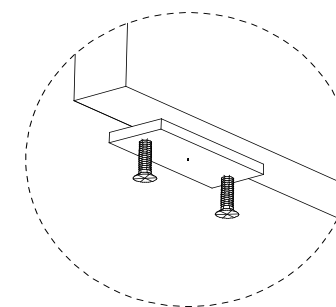

Рис.6
2. Закрепить на спинках поз.2 и на стенке вертикальной поз.5 (1шт), стенке задней поз.4 и планке поз.7 наконечники поз.034 шурупами 3\*16 (рис.6) 3.